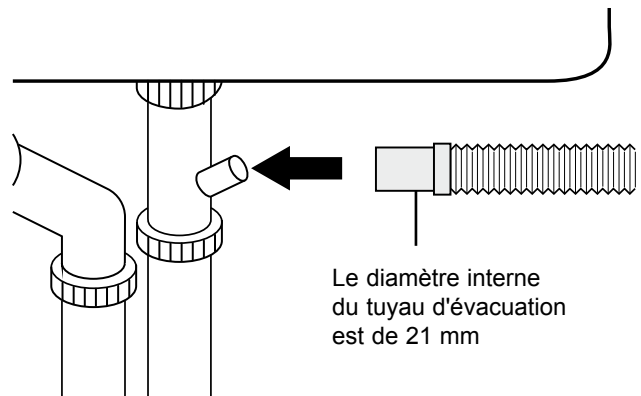

Figure 8
3. Vérifiez la dimension du raccord de tuyau d'évacuation de l'évier (21 mm - comme illustré à la Figure 8 ci-dessous). Si l'extrémité du tuyau d'évacuation ne s'ajuste pas dans le raccord de tuyau d'évacuation de l'évier, utilisez un adaptateur qui est vendu dans une quincaillerie ou une plomberie.